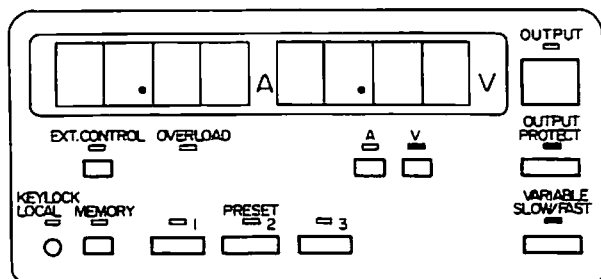

図13
- 1) 図13のような LEDの点灯および消灯状態にしてください。図ではVARIABLE・キー⑨が出力設定キーとして選択されています。
- 2) OUTPUTキー⑫を押してOUTPUT（出力）を“ON”状態にします。
- 1) 図13のような状態でOUTPUT PROTECT・キーを押し、LEDを消灯させます。